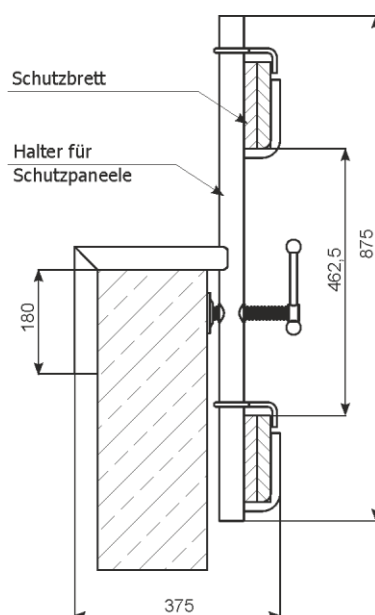

Abb. 73 Montage des Halters für Abdeckungsplatten
2.32 Montage des Halters für Brüstungselemente (Abb. 73)